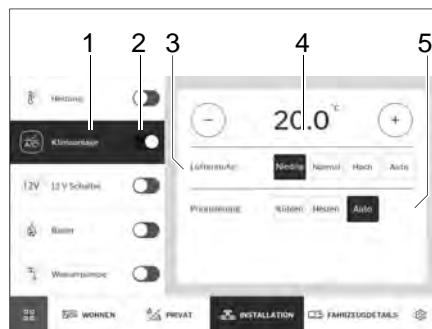

Bild 264 Klimaanlage
- Mit Schiebeschalter (Bild 264,2) Klimaanlage ein- oder ausschalten.
- Auf Schaltfläche *Klimaanlage* (Bild 264,1) tippen.
- Mit Plus- und Minus-Tasten gewünschte Wohnraumtemperatur einstellen (Bild 264,4).
- Gewünschte Priorisierung (Kühlen/Heizen/Auto) einstellen (Bild 264,5).
- Lüfterstufe wählen (Bild 264,3).